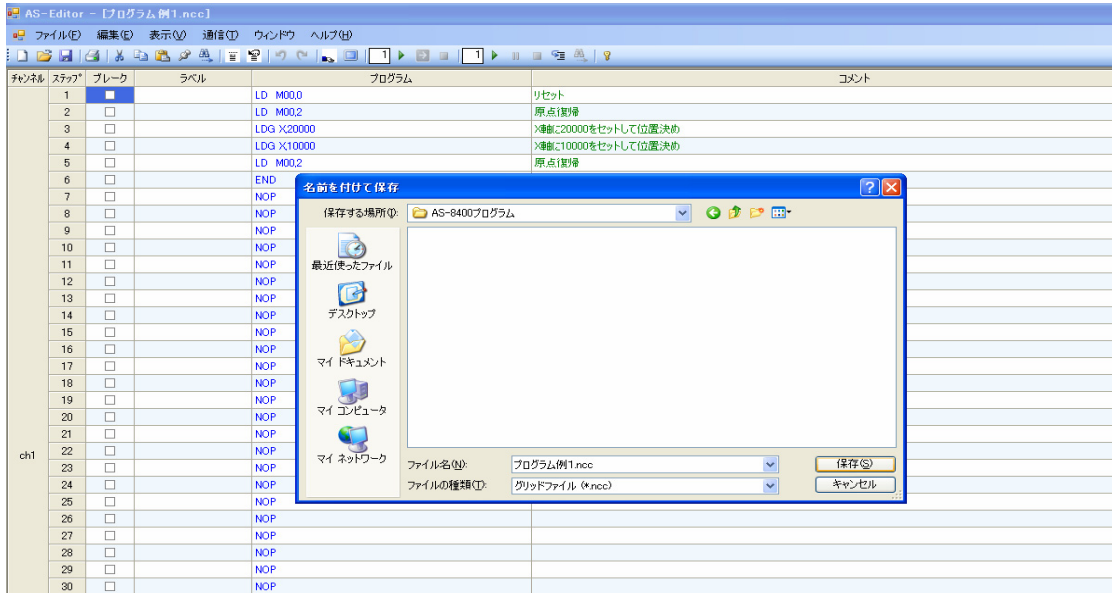

図4
ここではデスクトップに「AS-8400プログラム」というフォルダを作成し、その中に「プログラム例1」という名前で保存します。(図4)
- 「デバックステップイン」のアイコンをクリックします。(図4 )
- 1ステップ実行中に「デバック中断」を押すと動作は止まります。再度「デバックステップイン」をクリックすると次のステップを実行します。(図4 )
- 「デバックステップイン」を終わらせる時は「デバック中止」をクリックします。(図4 )
- 「デバックステップイン」で動作に異常がなければ、「デバックモード実行開始」をクリックし、連続で実行し異常がないか確認します。(図4 )